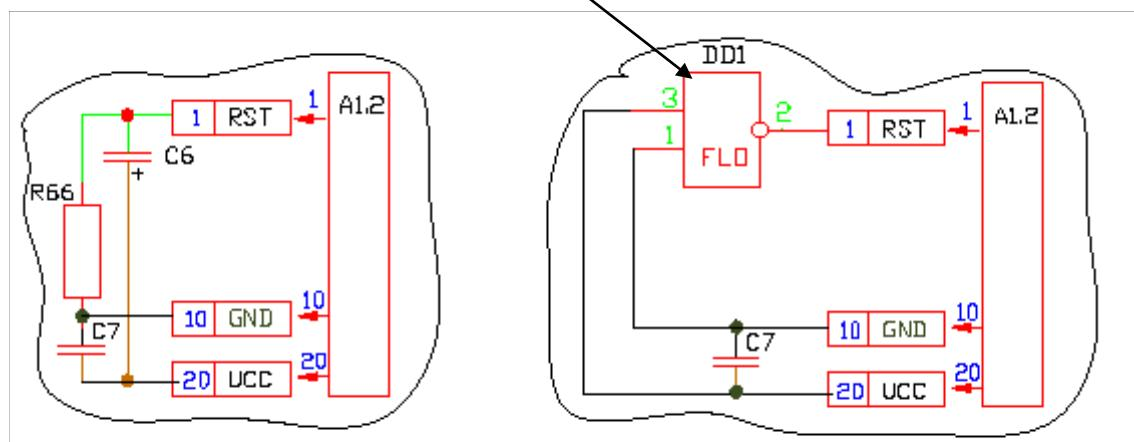
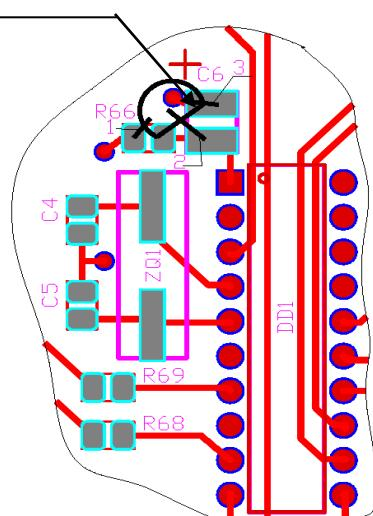

рис.3
рис.4
2. Установить на плате супервизор DS1833-10 согласно схеме рис.3. вместо или удалив элементы R66 и C6 . Припаять элемент согласно монтажной схеме рис.4 схема приведена со стороны установки радиоэлементов.